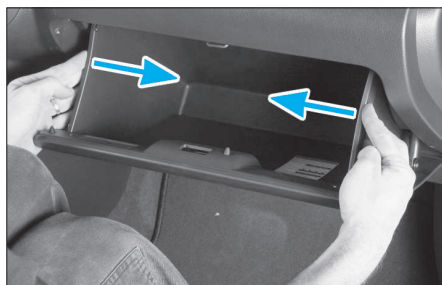

FIG. 40
- Appuyer de chaque côté de la boîte à gants afin de la libérer des ergots de retenue (fig. 40).